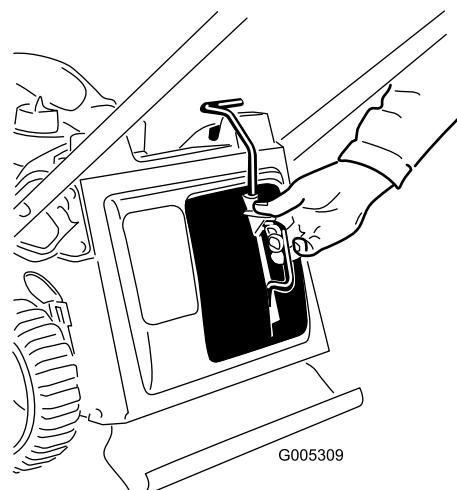

Figura 29
- Togliete il tappo mulching (Figura 29).